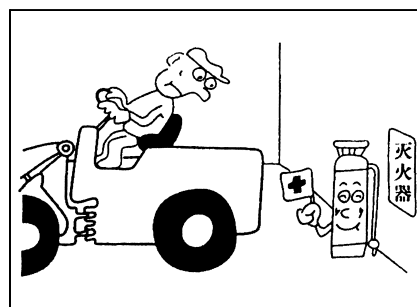

Рис. 1-80
- Если необходимо применить погрузчик в замкнутом месте, то прежде всего следует предусмотреть огнетушитель, и знать их место расположения и метод применения (рис. 1-80).